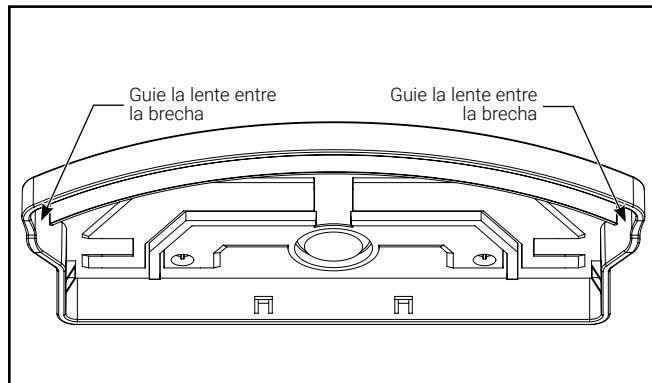
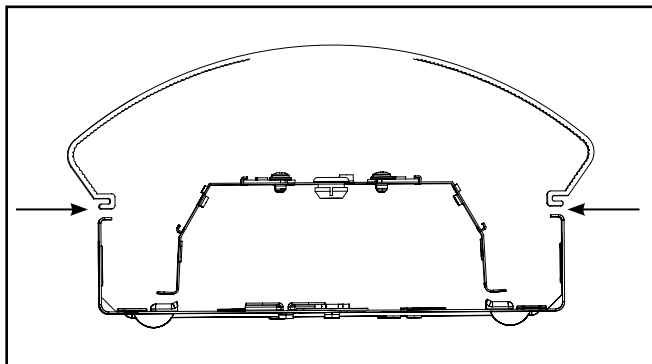

Figura 6.
Figura 7.
7. Instale la lente comenzando en un extremo, guíe los lados de la lente entre el sello de luz (Figura 6). Apriete la lente con ambas manos para que la ranura de la lente agarre el labio de la cubierta de la luminaria (Figura 7). Mientras aprieta la lente sobre la cubierta, deslice la lente hacia el extremo de la luminaria y empuje la lente debajo de la lengüeta de la tapa del extremo. Después de que la lente esté completamente asentada en la tapa del extremo, empiece a empujar la lente hacia la cubierta. Después de que la lente esté unida a la cubierta, mueva la lente de lado a lado para asegurarse de que esté centrada entre las lengüetas de las tapas de los extremos. Tire ligeramente hacia abajo de la lente para asegurarse de que esté completamente asentada.